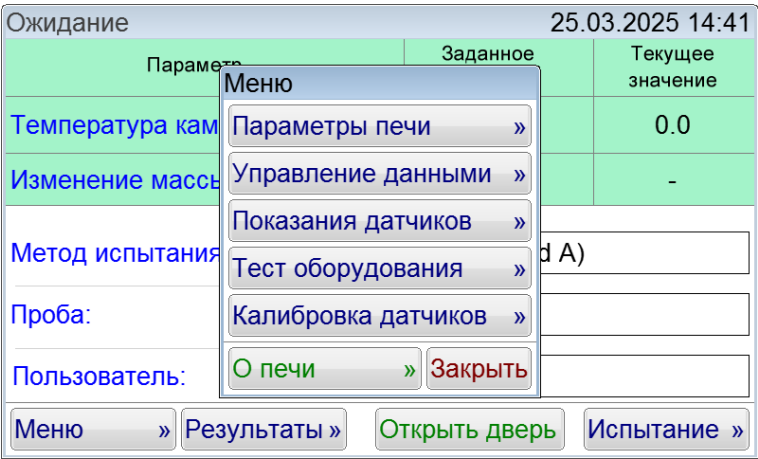

Рисунок 41 – Окно «Меню»
5.9.4 Для запуска калибровки датчика температуры в окне **«Меню»** нажать на кнопку **[Калибровка датчиков]** (см. рисунок 41). Ввести пароль: **«37201»**.